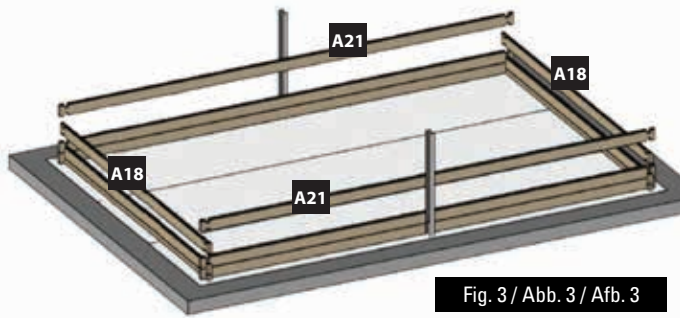

Fig. 3 / Abb. 3 / Afb. 3
- EN 3rd LAYER OF BOARDS:** Install the third layer of boards as shown in figure 3. The position of the refilling fitting with the key and the skimmer should be defined at the start of the assembly (read the specific paragraphs).
- FR 3ÈME RANGÉE MADRIERS :** Positionnez les madriers de la 3ème rangée conformément à la figure 3. Vous devez avoir déterminé l'emplacement de la buse de refoulement et du skimmer dès le début du montage (voir paragraphes spécifiques).
- DE 3. BRETTERREIHE:** Platzieren Sie die Bretter der dritten Reihe laut Abb. 3. Zu Beginn der Montage müssen Sie die Lage des Druckventils und des Skimmers festlegen (lesen Sie hierzu die entsprechenden Abschnitte).
- NL 3ª RIJ PLANKEN:** Plaats de planken van de derde rij zoals te zien is op afbeelding 3. U moet al bij aanvang van de montage bepalen op welke plaats het uitstroombondstuk en de skimmer moet komen (less de betreffende paragrafen).